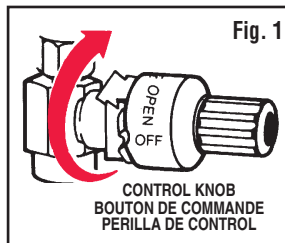

Fig. 1
- Be sure CONTROL KNOB is in the OFF position. (Fig. 1)
- Assurez-vous que le BOUTON DE COMMANDE soit bien réglé à la position OFF. (Fig. 1)
- Asegúrese que la PERILLA DE CONTROL esté en la posición de APAGADO. (Fig. 1)